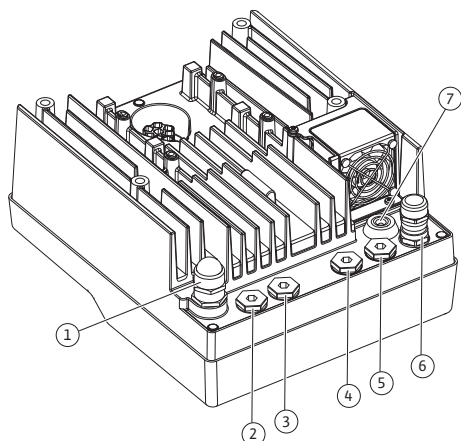

Fig. 23: Kabelske uvodnice/kableske provodnice (0,37 kW...7,5 kW)
Na elektroničkome modulu (Fig. 23) nalazi se šest kabelskih provodnica za prostor sa stezaljkama. Kabel za naponsko napajanje električnog ventilatora na elektroničkome modulu tvornički je montiran. Zahtjevi za elektromagnetsku kompatibilnost moraju se uzimati u obzir.
4. Provucite priključni kabel kroz kabelsku uvodnicu M25 (Fig. 23, poz. 1, pri 0,37 kW... 7,5 kW).